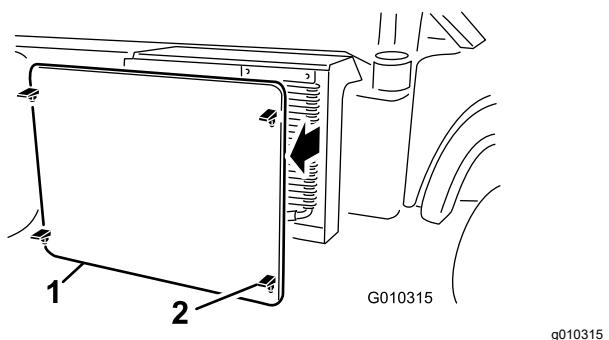

Figura 52
- Desengate e retire o filtro do radiador da frente do radiador (Figura 52).